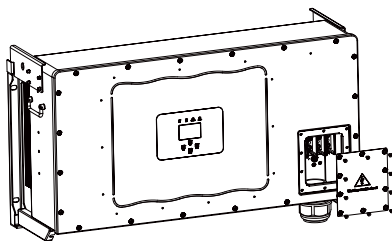
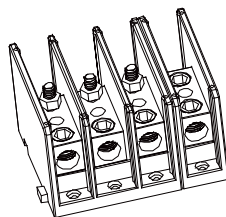

Fig. 5.7 Caja de conexiones CA
Fig. 5.8 Terminal CA
1) Retire los 10 tornillos de la caja de conexiones del inversor y retire la tapa de la caja de conexiones, como se muestra en la Fig. 5.7. Después de retirar la caja de conexiones, podrá ver los terminales del inversor. El valor predeterminado es de 4 dígitos, como se muestra en la Fig. 5.8.